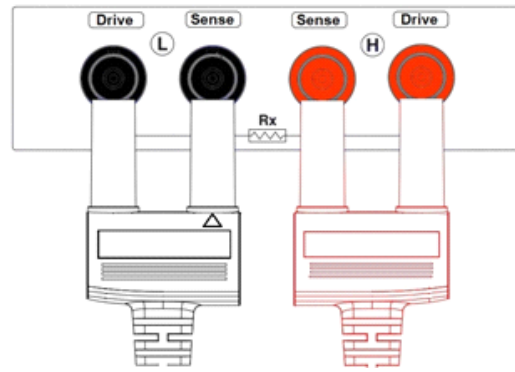

图3-2-2测试线与仪器端孔连接示意图
3. 将四个端子测试线按照如图3-2-2方法连接到仪器输入端子上，具体操作如下：